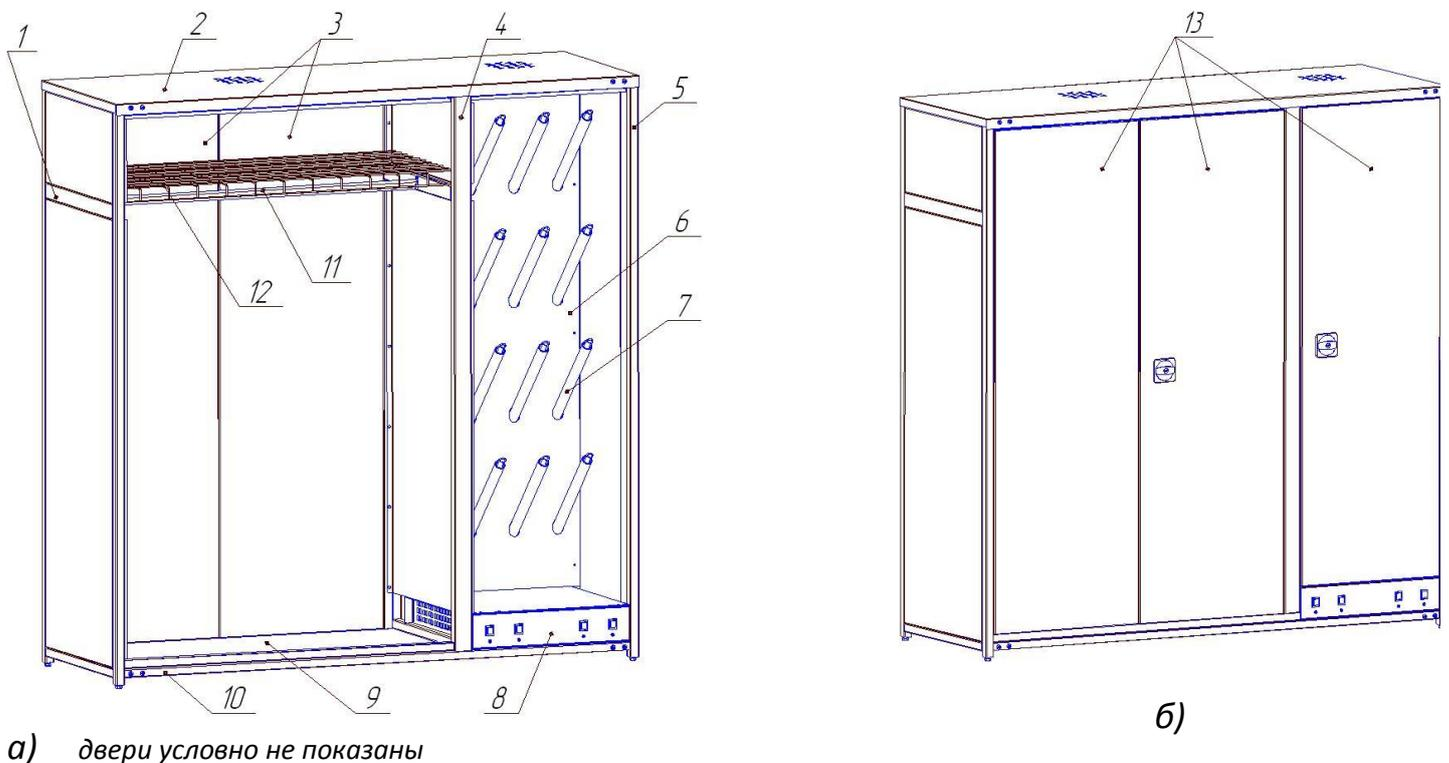

Рис. 1 Шкаф сушильный RANGER в сборе
- 2.1 Шкаф сушильный (рис.1) представляет собой металлический корпус, состоящий из двух внешних (поз.1 и 5) и одной внутренней (поз.4) (разделяет шкаф на два отделения) рам, с зафиксированными на них стенками, поперечин (поз.10), соединяющих рамы, крышки (поз.2), дна (поз.9), панели для установки патрубков (поз.6), задних стенок (поз.3) и трех дверей (поз.13), которые запираются на два ригельных замка.